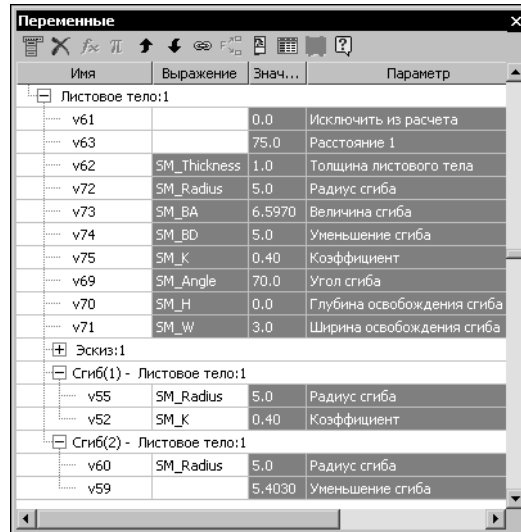

Рис. 95.9. Отображение сгибов в Окне работы с переменными
- Сгибы, у которых отключено определение параметров по исходному объекту (см. раздел 97.3.6 на с. 174), отображаются в Окне работы с переменными как самостоятельные элементы, подчиненные своему исходному объекту (рис. 95.9). Параметрами этих сгибов являются радиус и параметр развертки. Если значение параметра совпадает с умолчательным, то этому параметру автоматически приравнивается умолчательная переменная: